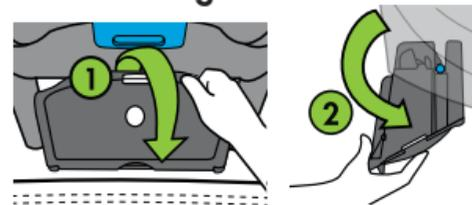

Figure 29
Saisissez le bord avant du bac DUA (1) et faites-le pivoter en l'éloignant du porte-bébé (2), comme indiqué sur la **Figure 29**.